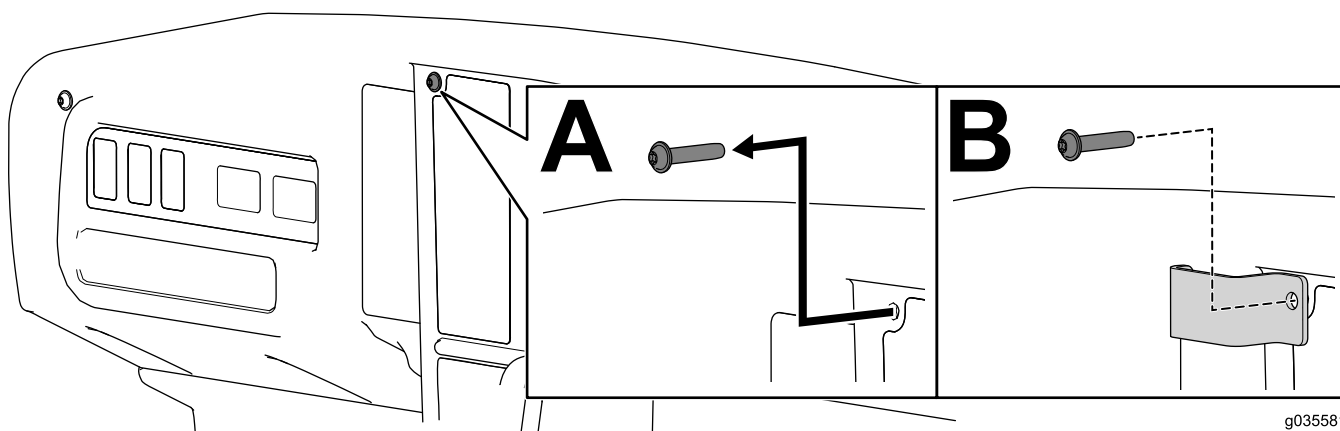

图3
1. 从仪表板上拆下现有的梅花头螺丝 图3。
2. 用之前卸下的 2 个梅花头螺丝将无线电支架安装到仪表板上 图3。